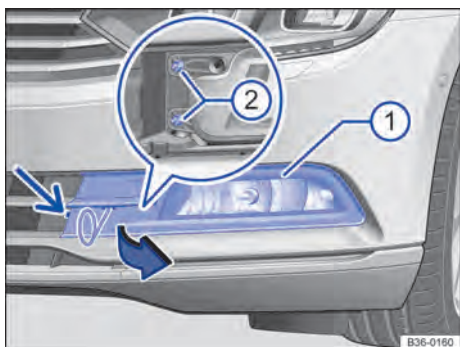
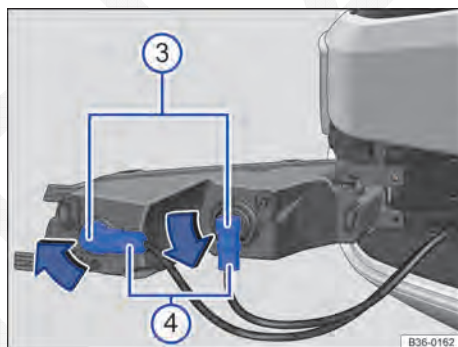

Fig. 309 No para-choque dianteiro à esquerda: lanterna para luz de neblina e farol de rodagem diurna.
Fig. 310 Substituir a lâmpada incandescente do farol.
2. Com a chave de fendas das ferramentas de bordo → Página 437, desaparafusar o parafuso de fixação da cobertura → Fig. 309 (seta pequena) da cobertura.
3. Introduzir o gancho extrator das ferramentas de bordo → Página 437 no entalhe conforme mostrado e puxar a cobertura → Fig. 309 ② com o gancho extrator para frente no sentido da seta.
4. Desparafusar os parafusos de fixação do farol ② com a chave de fenda.
5. Retirar para frente o farol do para-choque → Fig. 310.
6. Destruvar e retirar o conector ④ da lâmpada incandescente queimada.
7. Para destravar a lâmpada incandescente ③, girá-la no sentido da seta e retire-a do farol.
9. Inserir a lâmpada incandescente ③ no farol e girar até o batente no sentido contrário da seta → Fig. 310 para a posição original.
11. Encaixar o conector (4) na lâmpada incandescente até ouvir que ela foi travada.
13. Parafusar os parafusos de fixação do farol → Fig. 309 (2).
14. Reinsrer a cobertura (1) no para-choque e travar.
15. Parafusar o parafuso de fixação da cobertura → Fig. 309 (seta pequena).